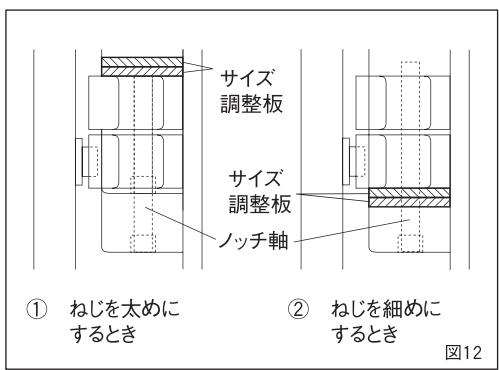

図12
- ①ノッチ軸をマイナスドライバーで緩めます。
- ②位置決めノッチを押さえながらノッチ軸を外します。
- ③位置決めノッチをその下にあるピンとバネが飛び出さないよう、注意しながら外します。
- ④サイズ調整板を図12-①②のどちらかを選び挿入してください。
- ⑤バネ及びピンを切上げブロックの所定の穴に入れ、位置決めノッチで押さえます。
- ⑥ノッチ軸を切上げブロックに通し、位置決めノッチ、サイズ調整板をセットします。
- ⑦マイナスドライバーでノッチ軸をしっかりと締め付けてください。